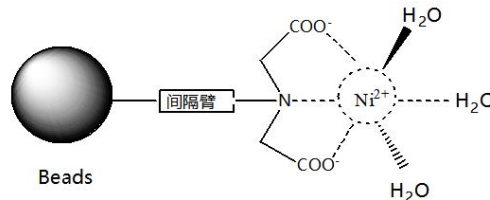

图 1. Ni IDA Beads 产品化学结构示意图
**Ni IDA Beads** 可以用于各种表达来源（如大肠杆菌、酵母、昆虫细胞和哺乳动物细胞）的组氨酸标签（6xHis-tagged）蛋白的纯化。它是用 4% 琼脂糖凝胶为基质，通过化学方法偶联了三配位的亚氨基二乙酸（IDA），螯合镍离子（Ni2+）后，可以形成比较稳定的骨架结构，从而有更多的位点与组氨酸标签上的咪唑环继续配位，达到结合目的蛋白的效果（产品化学结构见图 1 所示）。但是，这样的结构比较容易受到其他小分子的进攻，镍离子易被还原或者被螯合，从而破坏其化学结构，无法结合目的蛋白。